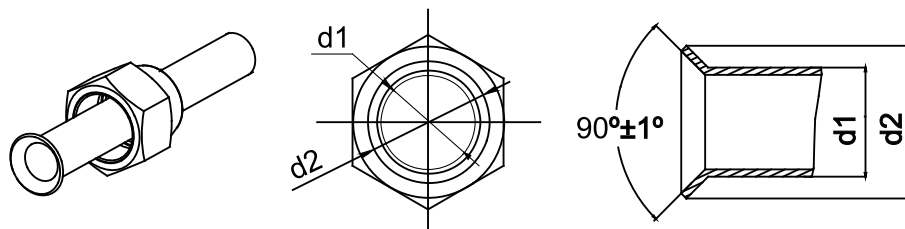

Fig. 9
4. Kontrollera så att flarekonan är ordentligt utförd och utan sprickor (se Fig. 9).